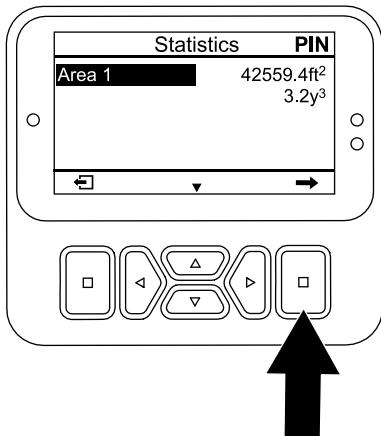

Figura 98
- În ecranul STATISTICS (Statistici), apăsai butonul jos până când este selectată opțiunea AREA 1 (Zona 1) (Figura 98).